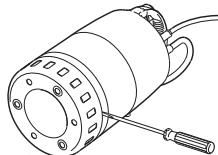

Fig. 8 Dépose de la crêpine d'aspiration
3. Desserrer la crêpine d'aspiration en insérant un tournevis entre la chemise de pompe et la crêpine, puis le tourner, voir fig. 8.
2. Desserrer la crêpine d'aspiration en insérant un tournevis entre la chemise de pompe et la crêpine, puis le tourner, voir fig. 8.